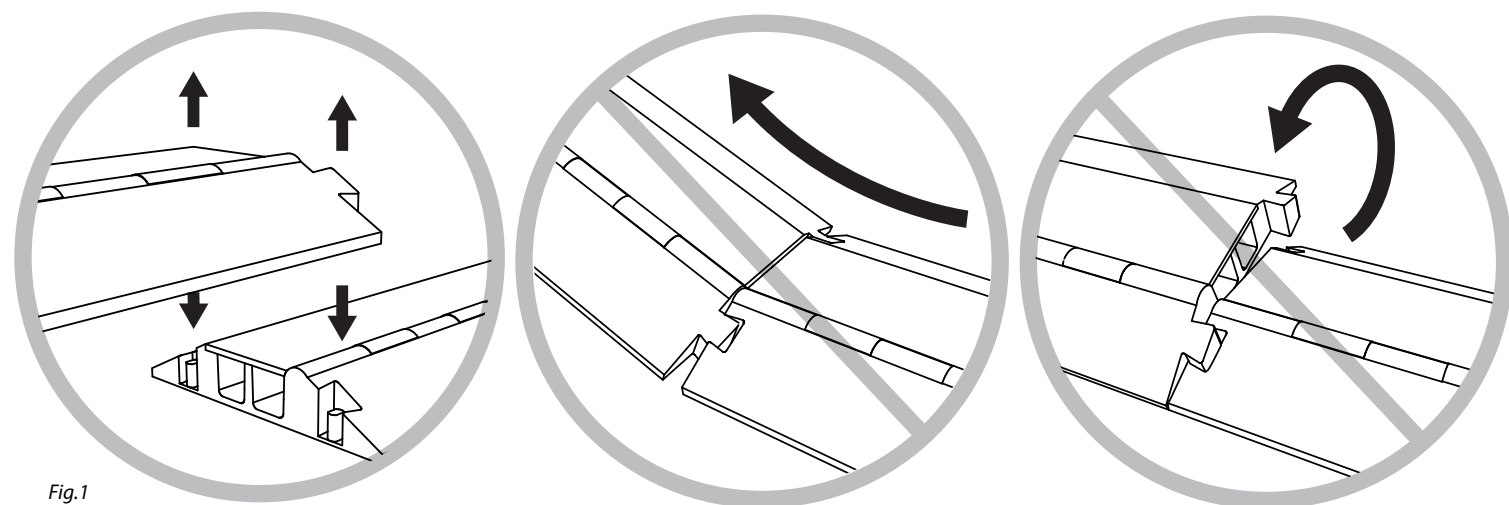

Fig.1
1. Montare le sezioni allineando gli innesti a coda di rondine maschio sopra quelli femmina (fig.1).